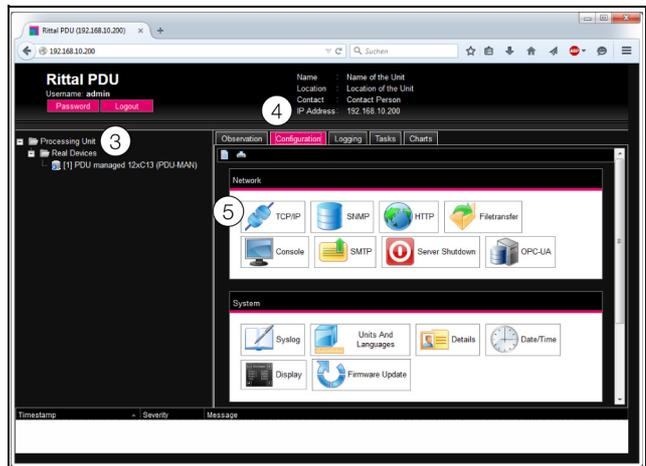

Abb. 21: Anpassen der TCP/IP-Einstellungen
Es erscheint das Übersichtsfenster des Geräts (Abb. 21).
- Klicken Sie im linken Teilbereich des Übersichtsfensters (Navigationsbereich) auf den Eintrag **Processing Unit** (Abb. 21, Pos. 3) und im rechten Teilbereich (Konfigurationsbereich) die Registerkarte **Configuration** (Abb. 21, Pos. 4).
- Klicken Sie im Gruppenrahmen **Network** auf die Schaltfläche **TCP/IP** (Abb. 21, Pos. 5).